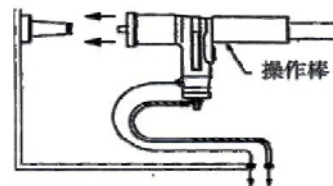

图 31
- 2)、根据相关操作说明书用操作棒移去已安装在单通或双通接头上的肘形电缆接头或绝缘帽 (见图 31)。为避雷器提供一个安装位置。